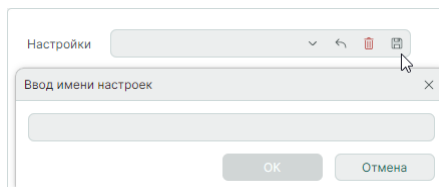

Рис. 59 Сохранение настроек
**Примечание!** Произведенные настройки сопоставления данных можно сохранить (вызвать) для повторного использования, воспользовавшись инструментом в верхней части окна, см. Рис. 59.